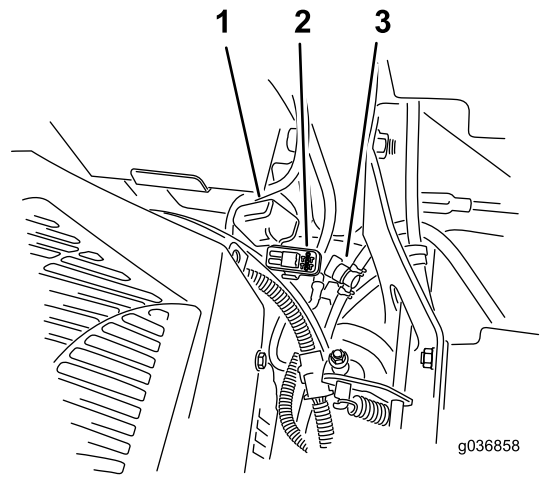

Figura 68
Nota: En máquinas MyRide, asegúrese de que el cable de tierra no roza contra el brazo arrastrado ni contra el soporte inferior del amortiguador (Figura 68).
Los fusibles están situados en la consola de la derecha, junto al asiento (Figura 68).
2. Instale un fusible nuevo (Figura 68).